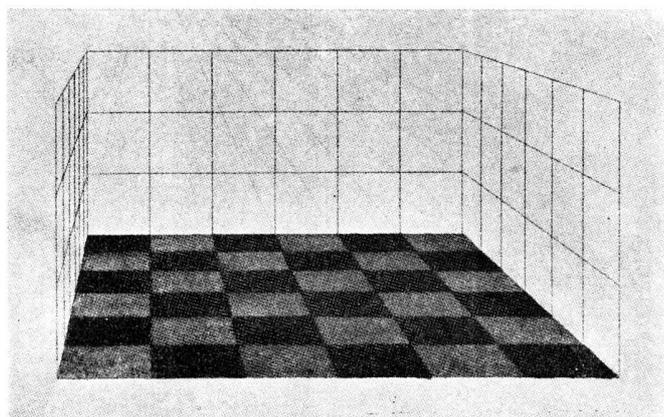

FIG. 14. *Espacio cuadrado - Especialista en oficios artísticos.*
b) Perspectiva central, con ubicación frontal del objeto, encontrándose el ojo a distancia determinada, hay dos direcciones paralelas al plano de la imagen, sólo un punto de fuga (Figs. 14 y 17).